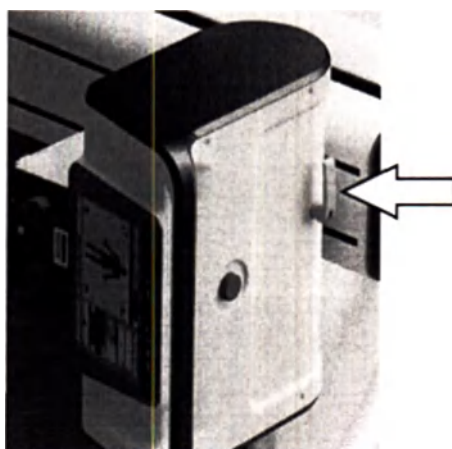

Рисунок 3.9 – Ручка на излучателе
1. Взяться за ручку излучателя (см. рисунок 3.9);